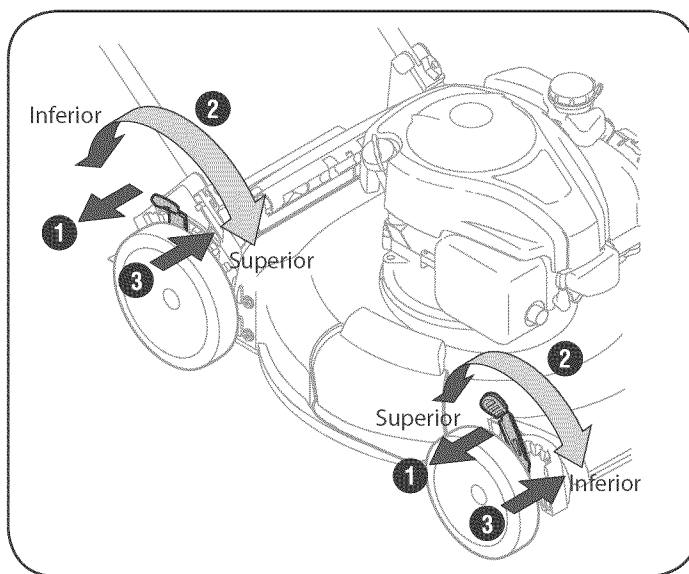

Figura 8
2. Muévela a cualquier de las posiciones para la altura de corte deseado. Vea la figura 8.